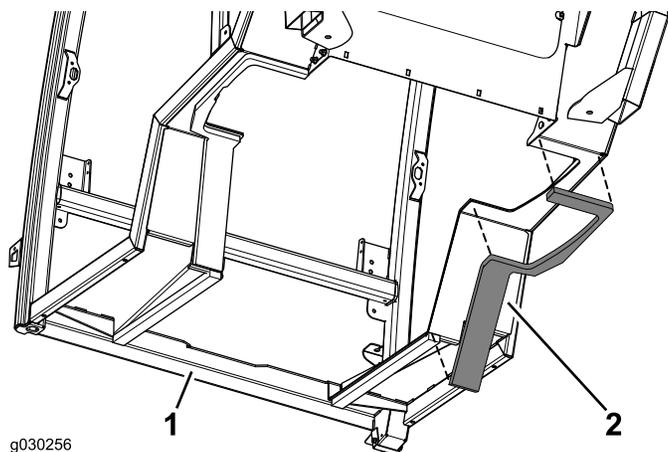

**Figure 13**
4. Utilisez les dimensions indiquées à Figure 13 pour placer le joint.